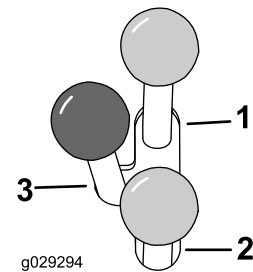

Figure 13
- Pour utiliser un accessoire hydraulique en marche avant, poussez le levier de commande hydraulique auxiliaire en avant (Figure 13).
- Pour utiliser un accessoire hydraulique en marche arrière, poussez le levier de commande hydraulique auxiliaire en arrière (Figure 13).
Remarque: Si vous relâchez le levier alors qu'il est en position MARCHE AVANT OU MARCHE ARRIÈRE, il revient automatiquement en position POINT MORT (Figure 13, repère 3).